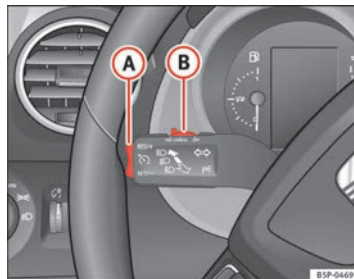

Fig. 149 Palanca de intermitentes y de luz de carretera: mando y tecla basculante para el regulador de velocidad
- Cuando se haya alcanzado la velocidad que se quiere programar, pulse brevemente la parte inferior de la tecla basculante **SET/-**  fig. 149 **A** una vez.